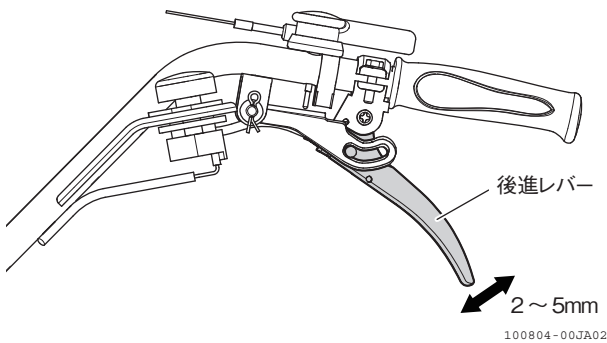

図 4-27 後進レバーの点検のしかた
3. 後進レバーを握らない状態で、後進レバー端に2mm～5mm程度の遊びがあることを確認します。(図 4-27)